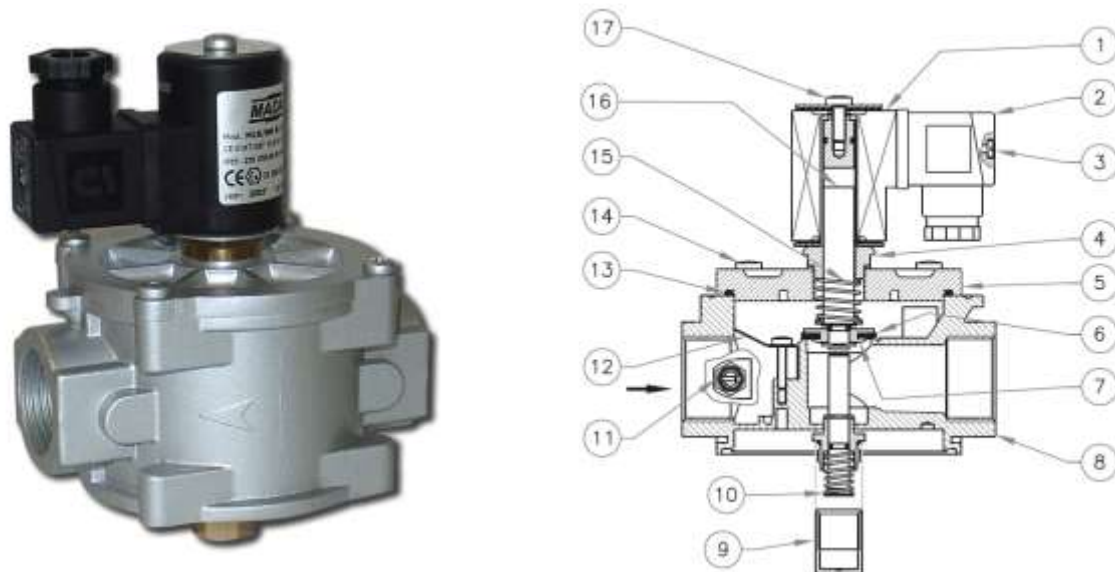

Рис. 2
Клапан (Рис. 2) состоит из: соленоида (1); электрический коннектор (2); винт коннектора (3); направляющая сердечника (4); крышка (5); уплотнитель затвора (6); затвора (7); корпус (8); колпачок механизма взвода (9); шток взвода (10); штуцер отбора давления (11); фильтрующая сетка (12); прокладка (13); винты (14); пружина запирающего механизма (15); подвижный сердечник (16); винт крепления катушки (17).